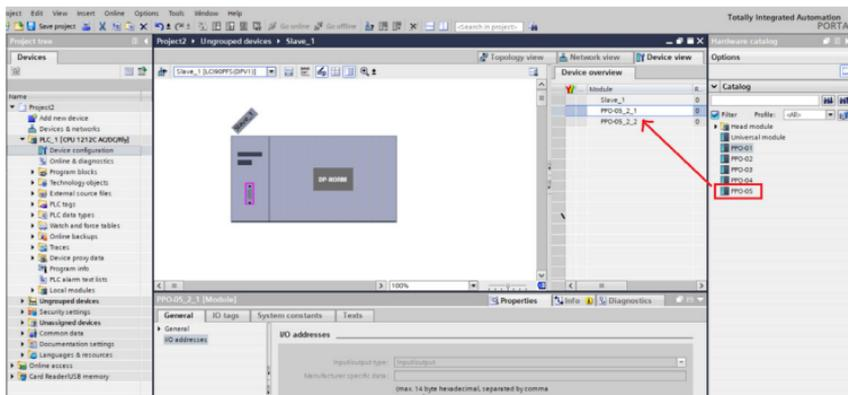

Рисунок 4.13 – Перенос параметра данных PPO-05
9) Перенесите из каталога слева в окно «Device overview» необходимый параметр данных. Например, PPO-05 (рисунок 4.13).